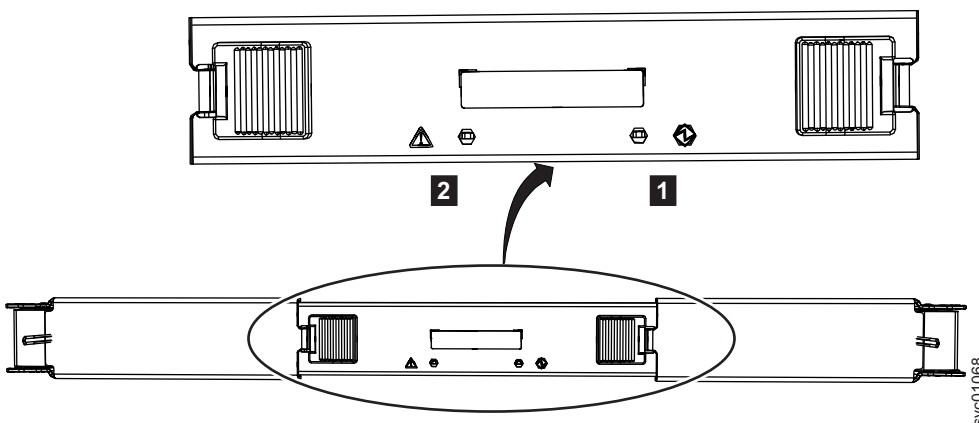

Figura 87. LED en un módulo de expansión secundario
2. Identifique el módulo expansor secundario que se debe sustituir; la Figura 87 muestra los LED encima de un módulo de expansión secundario.